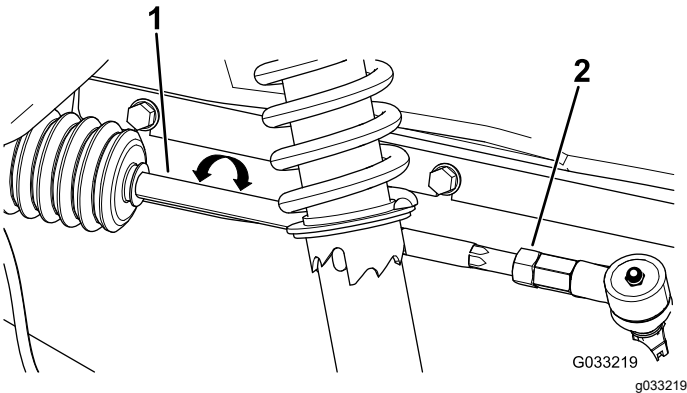

Figura 52
2. Si la distancia no es de 0–6 mm (0–¼"), afloje las contratuercas en el extremo exterior de las bielas (Figura 52).